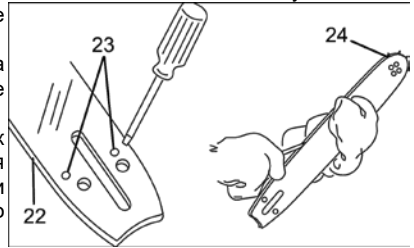

Рисунок 5
- Перевірте, щоб канал для оливи (23, рисунок 5) та направляючі на напрямній шині (22, рисунок 5) не були засмічені. При необхідності прочистіть їх.
- Перевірте, чи вільно обертається зірочка (24, рисунок 5) на вістрі напрямної шини. Якщо після виконання всіх зазначених вище заходів робота системи змащення не відновилася, слід звернутися до фірмового сервісного центру ТМ Mächztz.